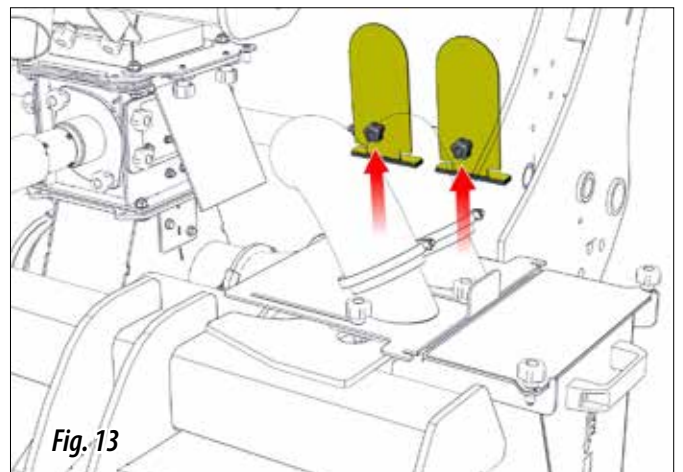
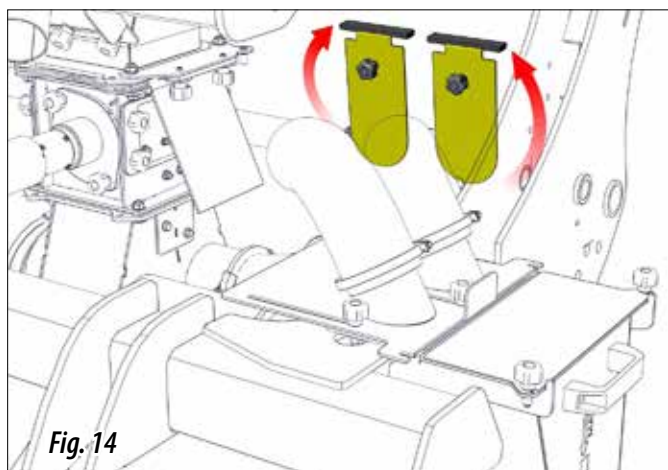

Fig. 13
Fig. 14
- 5- Scoateți opritoarele (Fig. 13) și întoarceți-le (Fig. 14).